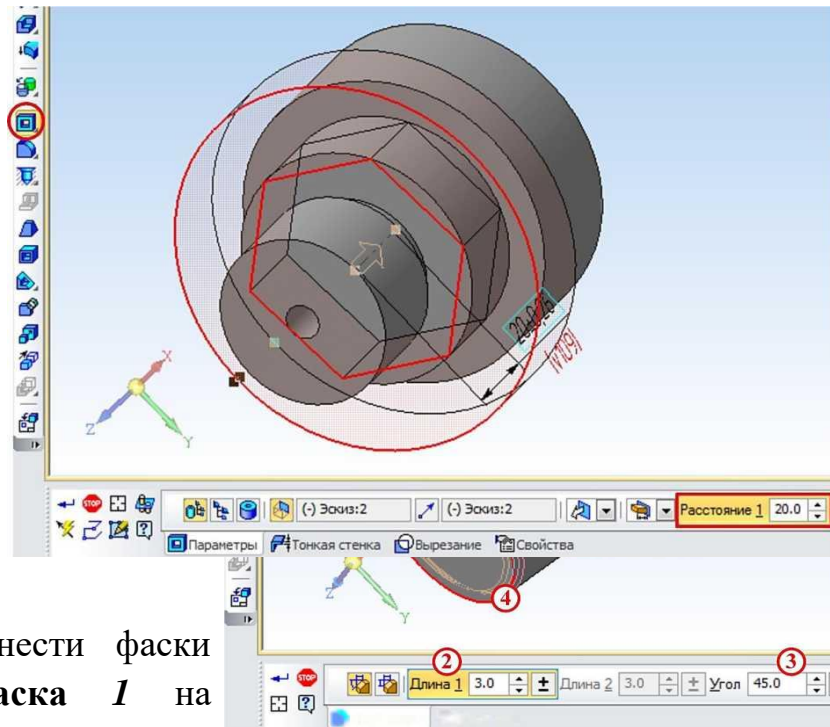

Рисунок 4
4. Убираем окружность и строим новую с диаметром большим, чем 56 мм с целью удаления материала вне шестиугольника посредством операции **Вырезать выдавливанием**, т.к. при наличии двух эскизов удаляется все, что находится между ними на заданную глубину, рисунок 4.